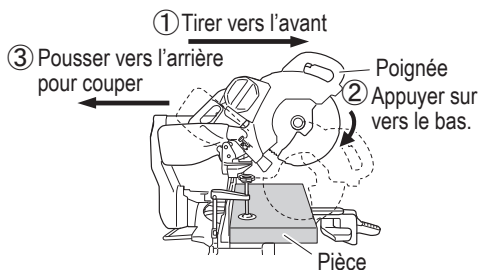

Fig. 28
Puis enfoncer la poignée et faire glisser la lame de scie en arrière pour couper la pièce comme indiqué à la Fig. 28. Cela facilitera la coupe des pièces d'une hauteur allant jusqu'à 4-3/16" (107 mm) et d'une largeur allant jusqu'à 12-1/4" (312 mm).
- Lors d'une coupe avec chariot, procéder comme indiqué à la Fig. 28. Une coupe avec chariot vers l'avant (vers l'opérateur) serait très dangereuse car la lame pourrait effectuer un retour vers le haut. En conséquence, toujours déplacer la poignée loin de l'opérateur.